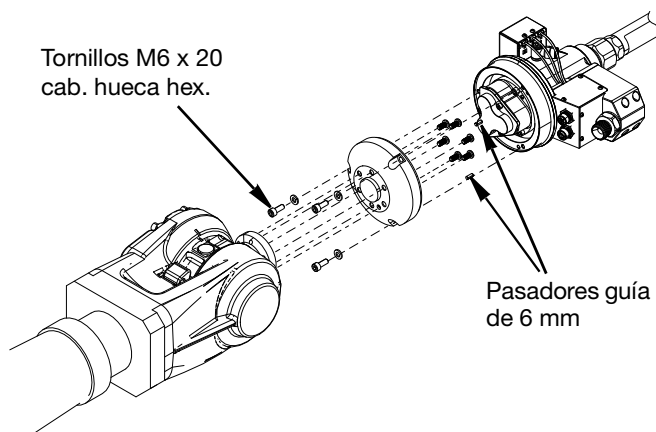

FIG. 2
2. La brida de montaje va acoplada al cuerpo de la pistola 3D Switch SST con tres tornillos de cabeza hueca hexagonal M6x20. Apriete a un par de 11,1 N•m (98,2 lb-pulg.). Es importante asegurarse de que los pasadores guía de 6 mm suministrados con el kit se inserten en las posiciones correctas. Consulte la FIG. 2.